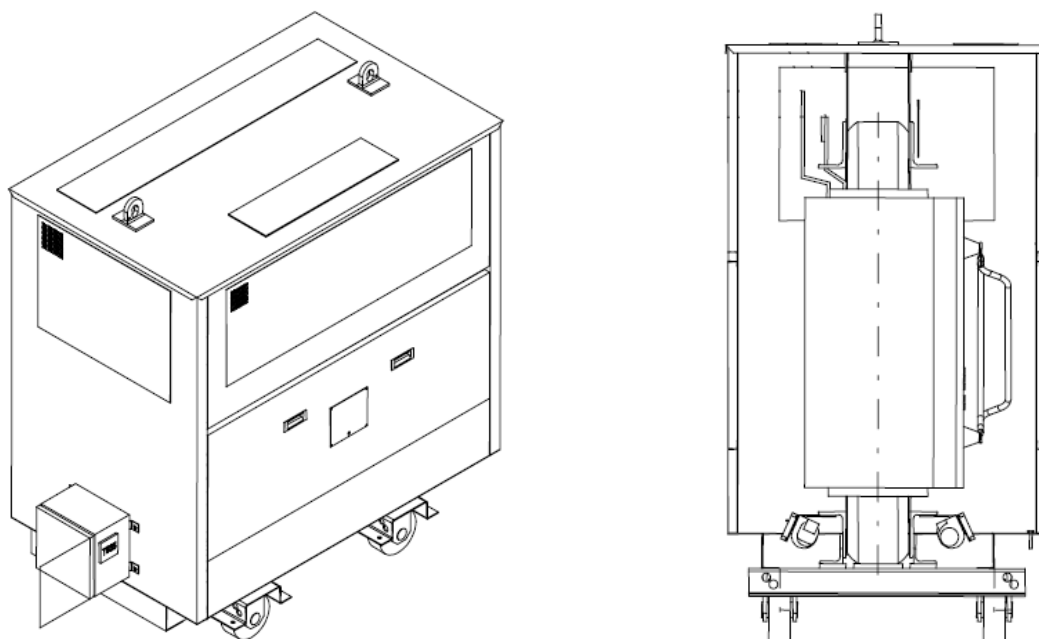

Рис.1.3. Внешний вид сухого трансформатора с литой изоляцией серии Trihal защищенного исполнения.
- защищенного исполнения (в металлическом кожухе, степень защиты IP31, см. рис.1.3).